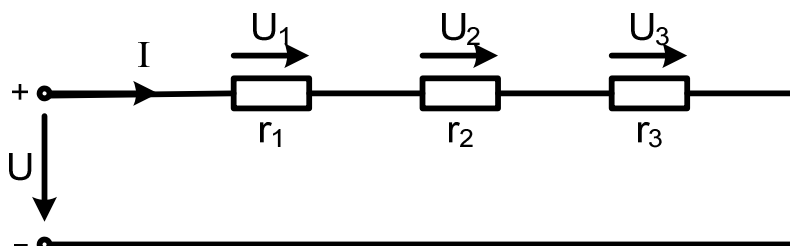
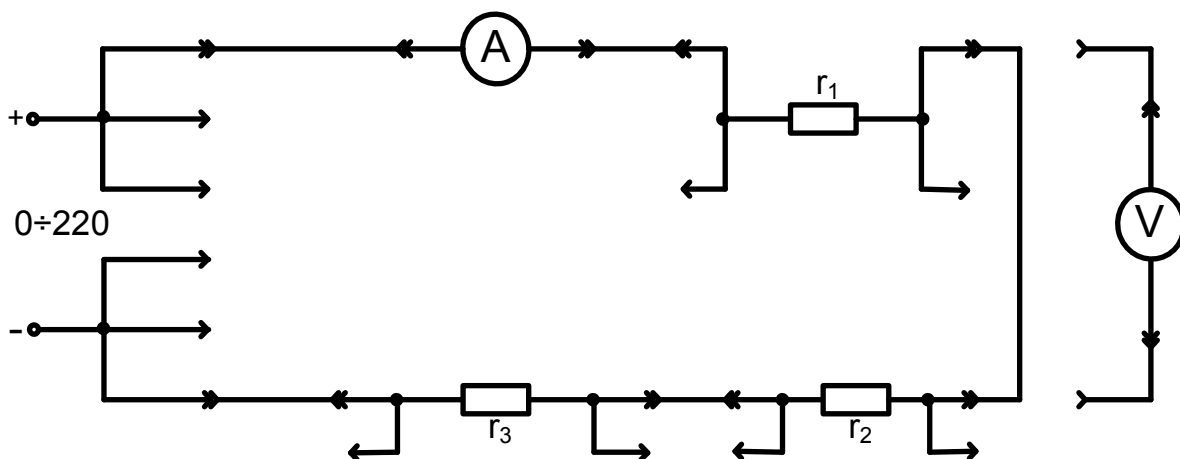

Рис. 1.1
Рис. 1.2
Для проведения лабораторной работы на панели №6 секции электрических цепей стенда гибкими соединителями собирается схема (рис.1.2). Принципиальная схема представлена на рис. 1.1. На пульте источников питания включается источник регулируемого напряжения постоянного тока и устанавливается напряжение $40 \div 100$ В (по заданию преподавателя), при котором величина тока в цепи не превышает 1 А. Сопротивления резисторов r_1 , r_2 , r_3 также задаются преподавателем.
1.4.2. По заданным преподавателем напряжению на входе цепи и параметрам резисторов рассчитать ток в исследуемой цепи (рис.1.1), напряжение на отдельных резисторах, эквивалентное сопротивление цепи, мощность источника. Результаты расчетов занести в табл. 1.1.
1.4.3. Собрать электрическую цепь (рис.1.2). Предъявить ее для проверки преподавателю.